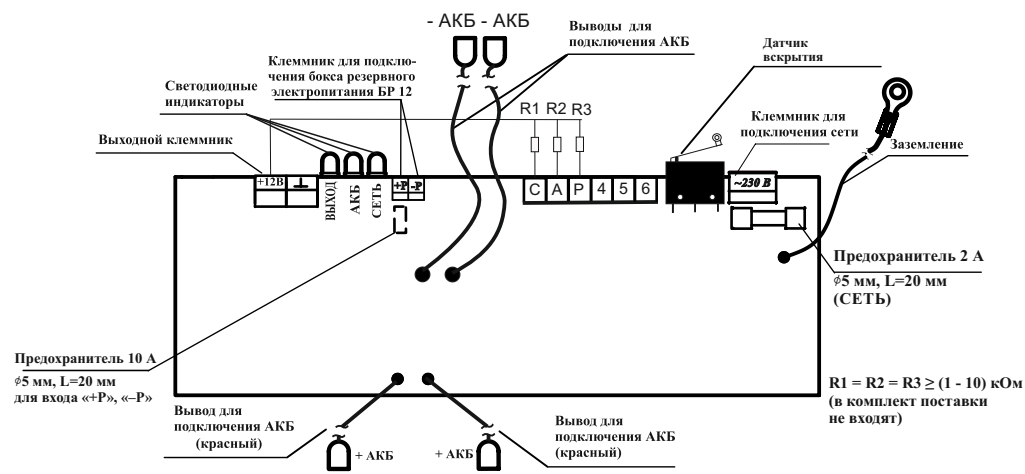

Рисунок 1
При закрытии крышки источника питания срабатывает концевой выключатель, который производит изменение состояния на клеммах «4», «5» и «6» (рисунок 1). При нажатии рычага концевой выключателя контакты «4» и «5» замкнуты, а «4» и «6» разомкнуты. При открытой крышке контакты «4» и «5» разомкнуты, а «4» и «6» замкнуты.
6.4 Подключение источника (рисунок 1) производится в следующей последовательности: